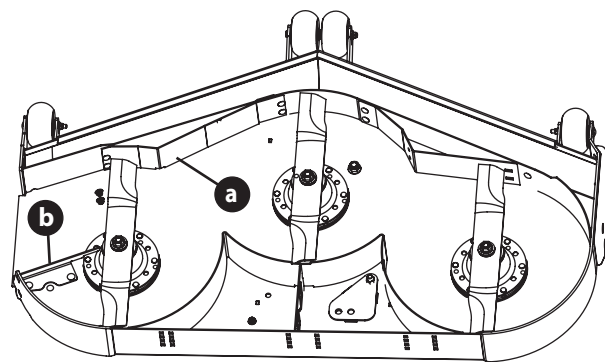

Figura 17
***Deflector interior (Solo para plataformas de 48, 54 y 60 pulgadas):** el deflector interior (a) regula la descarga de césped. Quite el deflector interior para césped de volumen alto e instale el deflector interior para un corte de precisión (Figura 17).
Deflector de descarga: el deflector de descarga (b) optimiza el patrón de descarga de césped. El deflector de descarga reduce los terrones y debería quitarse para aplicación de abono (Figura 17).